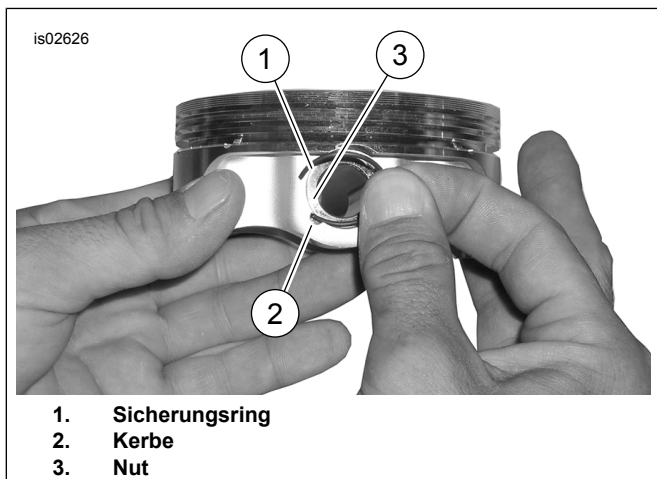

Abbildung 3. Sicherungsring und Kolben
1. Siehe Abbildung 3. Das offene Ende des Sicherungsring (1) in die Kerbe (2) der umlaufenden Nut (3) des Kolbenbolzenvorsprungs so einsetzen, dass sich die Öffnung beim Einbau entweder in der 12-Uhr-Position oder in 6-Uhr-Position befindet.